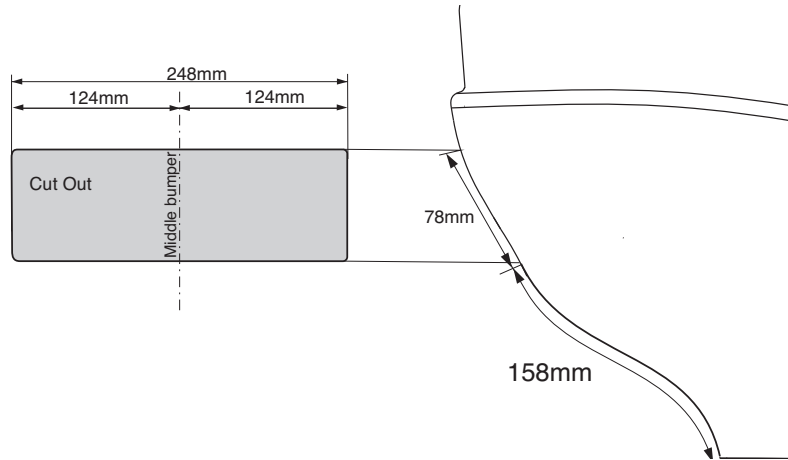

Fig. 1
7. Выпилить часть из бампера в середине снизу, как указано на рис. 1.